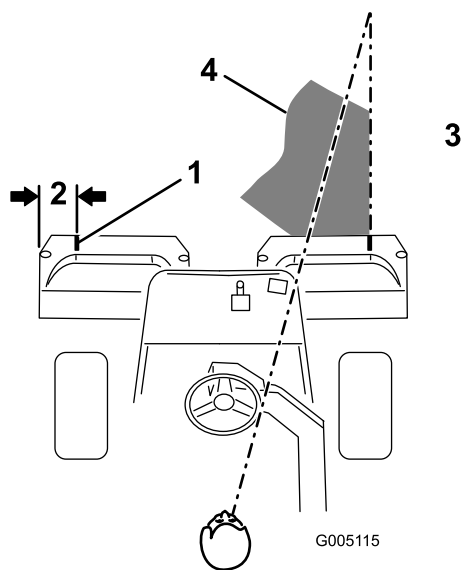
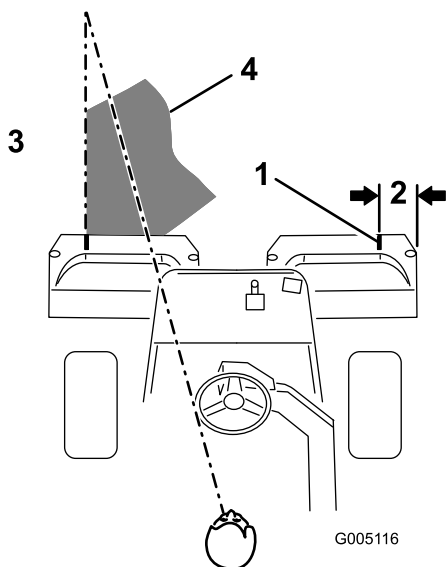

Figura 29
Figura 30
- Coloque uma fita branca ou pinte um tira em cada um dos cestos, paralelamente à extremidade exterior de cada cesto (Figura 29).
- Sobreponha uma quantidade mínima com o corte anterior nas passagens adicionais. Para cortar em linha recta ao longo do relvado e de modo a conseguir manter uma distância equitativa entre a extremidade da zona de corte anterior, estabeleça uma linha imaginária de aproximadamente 1,8 a 3 m à frente da máquina até a extremidade da zona por cortar (Figura 29 e Figura 30). Alguns utilizadores acham útil incluir a borda exterior da roda motriz na linha imaginária; por exemplo, mantenha a extremidade da roda motriz alinhada com um ponto que se mantém sempre à mesma distância da dianteira da máquina (Figura 29 e Figura 30).